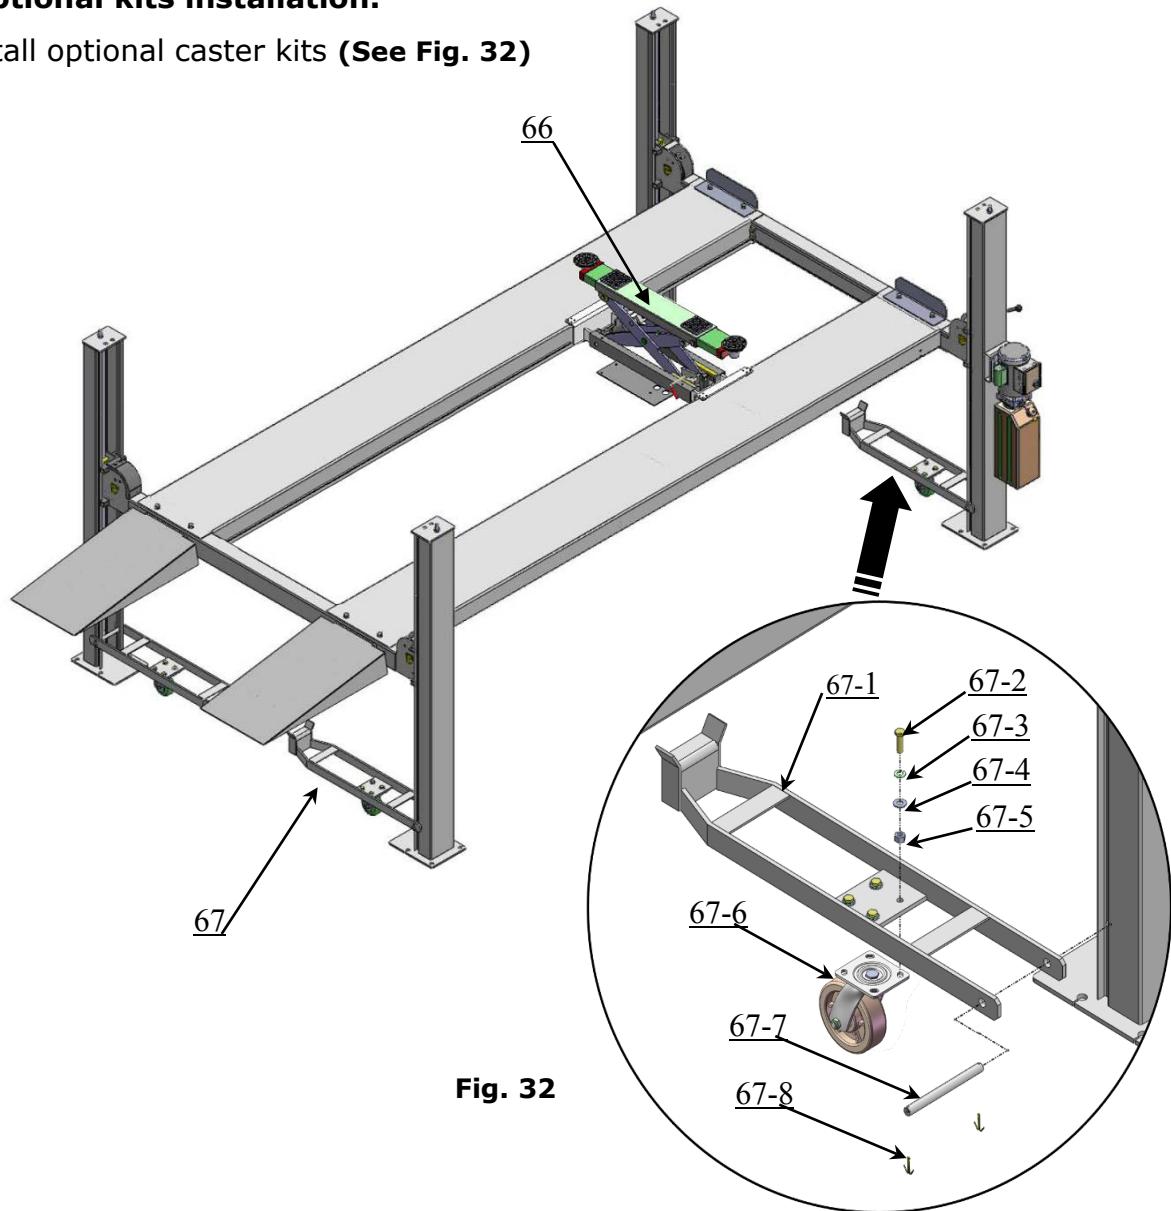

Fig. 32
1. Install optional caster kits (See Fig. 32)